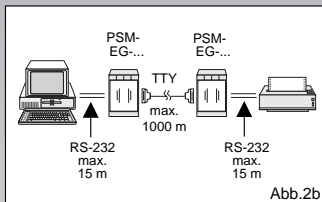

Abb.2b
- **Übertragung über große Distanzen** (Abb. 2b) zwischen zwei RS-232-Schnittstellen bis 1000 m.